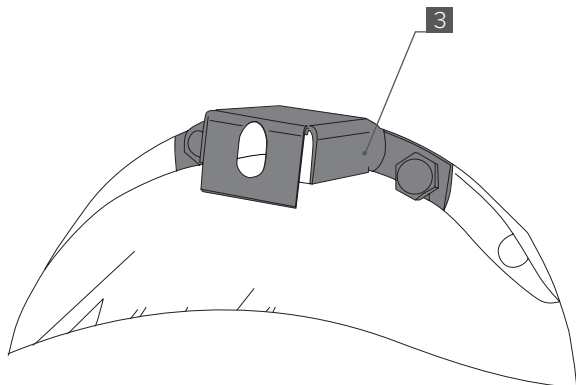

Рис. 11
3. Установите защитный кожух штуцера ввода воздуха в мост [3] под два верхних болта крепления крышки к картеру (Рис. 11).